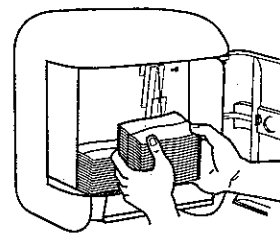

Figure 8
2. Placez le paquet d'essuie-tout dans la boîte distributrice. La boîte distributrice peut contenir un **maximum de 2 1/2 paquets d'essuie-tout par côté** (Figure 8).